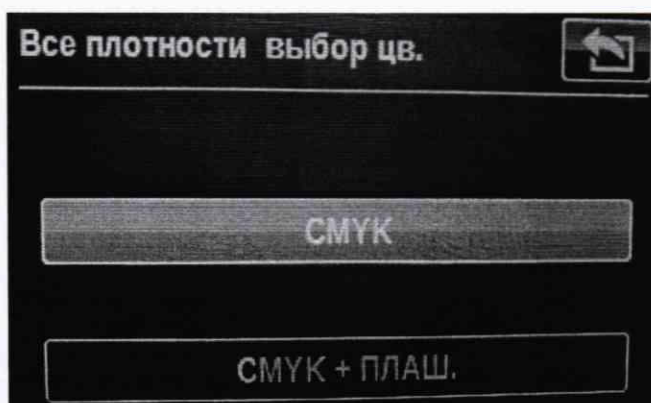

Рисунок 9 – Меню выбора цветов для отображения при измерениях
8.3.1.3 Пролить меню до пункта «Все плотности» и выбрать его нажатием. Выбрать типы отображаемых цветов, нажав на кнопку «СМУК» (рисунок 9). При выборе этого пункта он будет выделен голубым цветом. Нажать кнопку  для выхода в меню настроек измерений денситометра.